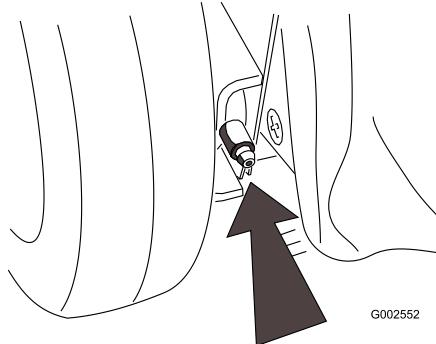

Figure 19
2. Essuyez les graisseurs à l'aide d'un chiffon propre (Figure 19).